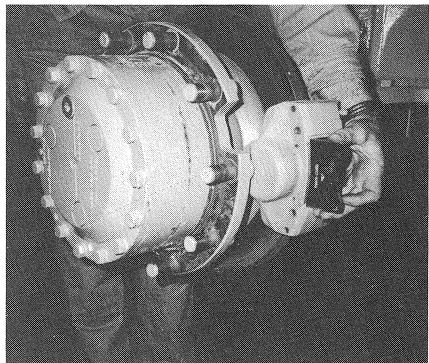

Bild 53
- (5) Bremsklötzte herausziehen (Bild 53).
- (5) Draw out brake pads laterally (Fig. 53).
- (5) Retirer latéralement les plaquettes de frein (fig. 53).